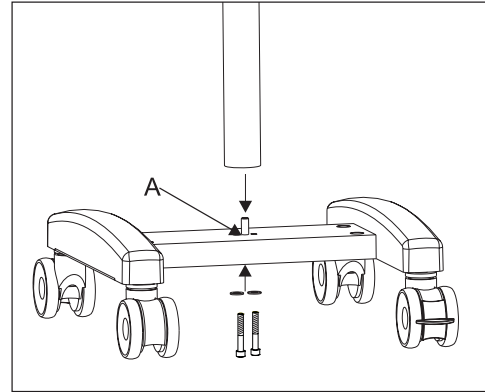
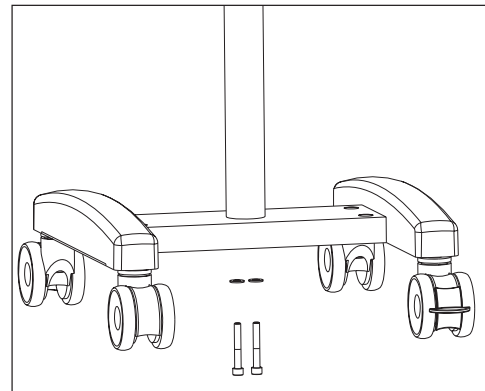

Fig. 2
Fig. 3
7.1 La base se instala mediante la fijación de la columna sobre la base. Acople la columna al tornillo de indexación sobre la base. Ver Fig. 2. Alineé el agujero roscado del montante con el tornillo del asiento. Sostenga el montante con firmeza y apreté los tornillos allen de la parte inferior de la base. Ver Fig 3.